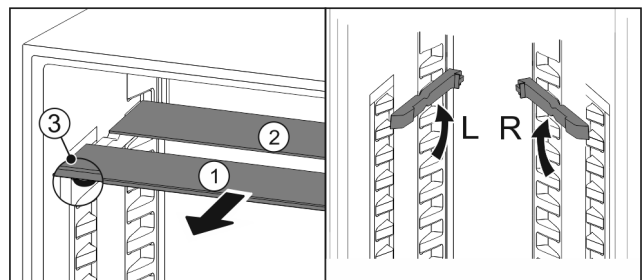

Fig. 147
- ▶ Glasplatten einzeln nach vorne herausziehen Fig. 147 (1).
- ▶ Glasplatte Fig. 147 (1) mit Zierleiste liegt vorne.
- ▶ Stopps Fig. 147 (3) zeigen nach unten.